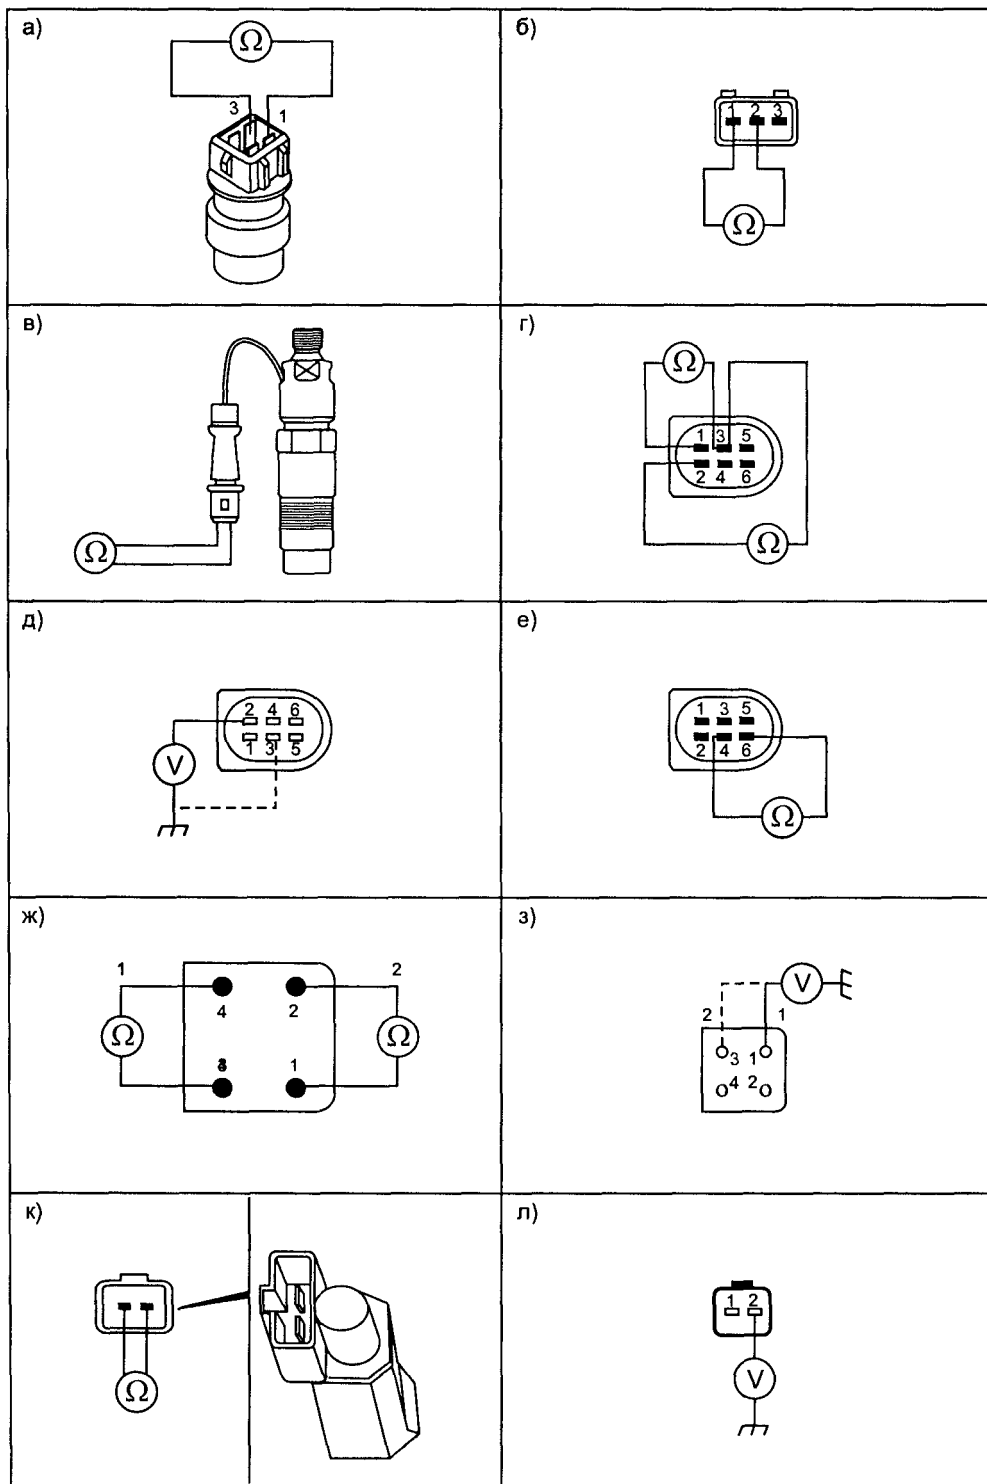

Рис. 1.2.9. Датчики двигателя
Для проверки датчика ЕСТ извлекают его из системы охлаждения двигателя, изменяют температуру датчика (например, нагревая его в горячей воде) и проверяют изменение его сопротивления (рис. 1.2.9а) в соответствии с данными в табл. 1.2.5.
Это важнейший датчик для ЭСУД, по нему определяется частота вращения и относительное положение коленвала. Конструктивно он исполнен в виде электромагнитного датчика. Для проверки датчика отключают его разъем и проверяют сопротивление обмотки между контактами 1 и 2, оно должно быть в пределах 1000...1500 Ом (см. рис. 1.2.9б). Затем на работающем на х.х двигателе с помощью осциллографа проверяют выходной сигнал датчика СКР (см. осц. на рис. 1.2.5б).
Датчик INLS индуктивного типа, он находится в первом цилиндре и генерирует сигнал открытия—закрытия иглы распылителя первой форсунки. На его основе ЭСУД фиксирует момент начала впрыска и задействует контур обратной связи через регулятор FITS, обеспечивая совпадение действительного и заданного моментов начала впрыска. Для проверки датчика INLS отключают его разъем и измеряют сопротивление обмотки, оно должно быть в пределах 80...120 Ом (см. рис. 1.2.9в). Затем на работающем на х.х двигателе с помощью осциллографа проверяют выходной сигнал INLS датчика, (см. осц. на рис. 1.2.5ж).
- отсоединяют разъем датчика APP и при включенном зажигании проверяют наличие напряжения 5 В на контакте 2 разъема жгута и между контактами 2 и 3 (см. рис. 1.2.9д). Если питания нет, проверяют предохранитель F1, реле K46, замок зажигания и соответствующие соединения;
- измеряют сопротивление между контактами 2 и 3 разъема датчика APP, оно должно быть около 1000 Ом (см. рис. 1.2.9г);
- нажимают педаль акселератора, сопротивление между контактами 1 и 3 разъема датчика APP должно быть в пределах 1500...2500 Ом, а при отпущенной педали — 1000...1500 Ом (см. рис. 1.2.9г). При перемещении педали сопротивление должно изменяться плавно, без провалов и рывков;
- нажимают педаль акселератора, сопротивление между контактами 4 и 6 разъема APP датчика должно быть бесконечно большим, а при отпущенной педали около 1500 Ом (см. рис. 1.2.9е).
- отсоединяют разъем датчика BPP и проверяют наличие 12 В на контакте 1 разъема жгута (см. рис. 1.2.9з), если питания нет, проверяют предохранитель F13, замок зажигания и соответствующие соединения;
- при включенном зажигании проверяют наличие 12 В на контакте 3 разъема жгута (см. рис. 1.2.9з), если питания нет, проверяют предохранитель F1, реле K46, замок зажигания и соответствующие соединения;
- нажимают педаль тормоза, сопротивление между контактами 1 и 2 разъема должно быть равно нулю, а при отпущенной педали — бесконечно большим (см. рис. 1.2.9ж);
- нажимают педаль тормоза, сопротивление между контактами 3 и 4 разъема должно быть бесконечно большим, при отпущенной педали равно нулю (см. рис. 1.2.9ж).
- отсоединяют разъем датчика CPP и, при включенном зажигании, проверяют наличие «+12 В» на контакте «2» разъема жгута (см. рис. 1.2.9л), если нет проверить предохранитель F1, реле K46, замок зажигания и соответствующие соединения;
- нажать педаль тормоза, сопротивление между контактами «1—2» разъема CPP датчика должно быть ∞ , при отпущенной педали около 0 Ом (см. рис. 1.2.9к);